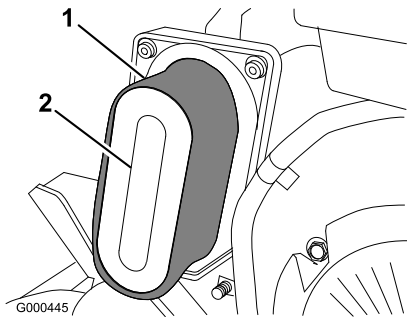

図 23
3. スポンジ（図 23）を点検し、汚れていればペーパー・エレメントから外す。スポンジをきれいに洗う。